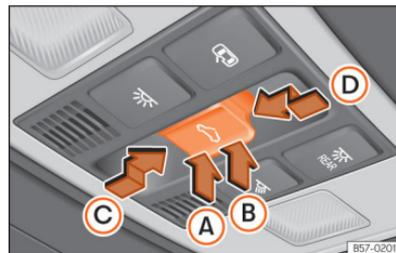

Fig. 63 No revestimento interior do teto: botão do teto de vidro.
O botão  **Fig. 63** tem dois níveis. No primeiro nível pode colocar-se o teto na posição defletora, abrir ou fechar total ou parcialmente.
- Antes que decorram aproximadamente 5 segundos desde a ativação da função antientalamento, pressione o botão **Fig. 63** até ao segundo nível no sentido da seta **D** até que o teto se feche completamente.